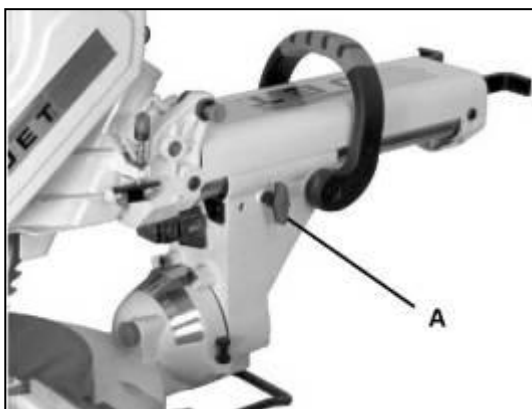

Рис. 25
- Для предотвращения удара при пильных операциях на маленьких заготовках, двигайте пильную голову полностью убрав направляющие в корпус и закрутите барашек замка корпуса (А, рис. 25).
- Распиливая широкие доски до 310мм (12-1/4), барашек замка корпуса (А, рис. 25) должен быть ослаблен, чтобы позволить пильной голове скользить свободно.